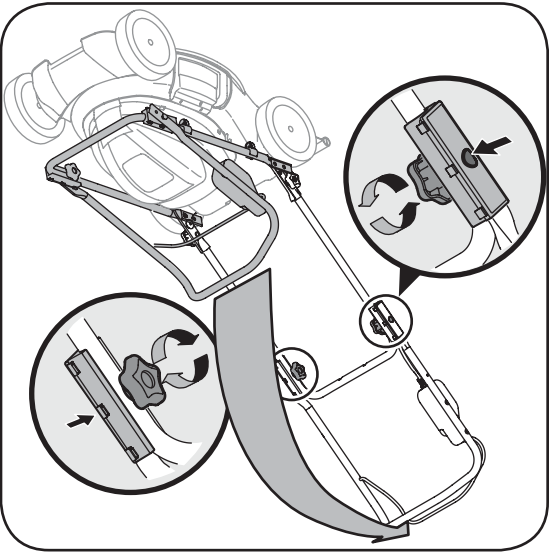

Figure 3-1
b. Relevez lentement le guidon supérieur et placez-le en position de travail, comme à la Figure 3-1.